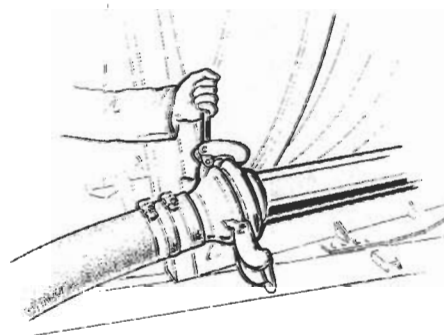

fig. 2
5) Collegare la condotta dell'acqua alla macchina con la manichetta in gomma (fig.2).
5) **Connect the the machine to the hydrant with the high pressure connection hose (fig.2).**